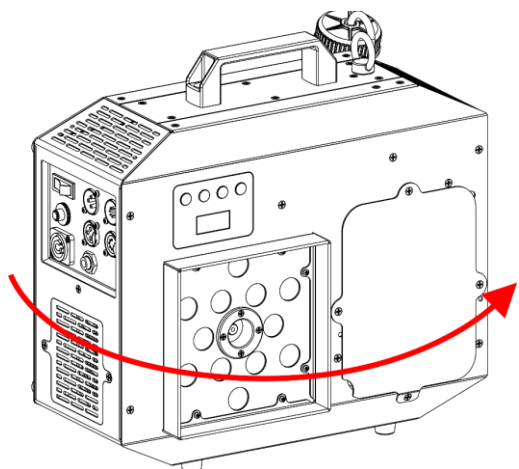

Fig. 20
- 15) Tournez l'appareil pour accéder à la face arrière, comme indiqué sur la Fig. 20.